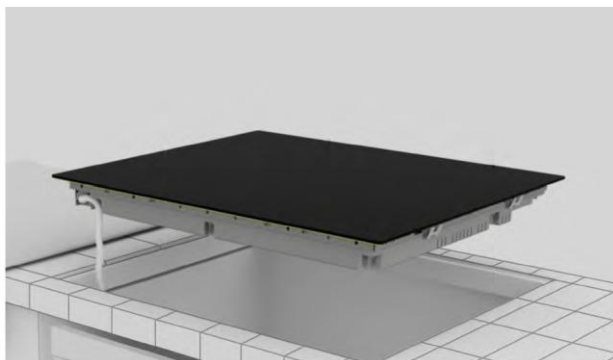

fig. 2
- La superfície de suport de la placa de cocció ha de ser completament llisa perquè la placa hi quedi recolzada de manera uniforme i la junta garanteixi una estanquitat adequada (**fig. 2**).